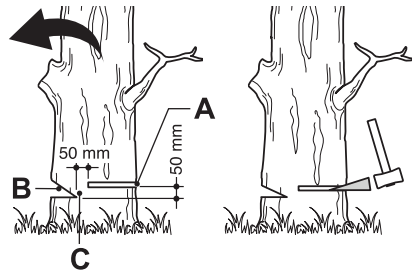

Fig. 29
Haga la muesca (Fig. 29, B) de 1/3 del diámetro del árbol, perpendicular con respecto a la dirección de la caída (Fig. 29). Realice primero el corte de muesca horizontal inferior. Esto ayudará a evitar el pinzamiento de la cadena o de la espada al hacer la segunda muesca.
1. Realice el corte posterior de tala (Fig. 29, A) al menos 50 mm más alto que el corte de muesca horizontal (Fig. 29). Haga el corte posterior de tala paralelo con el corte de muesca horizontal. Realice el corte posterior de tala de forma que quede suficiente madera que actúe como bisagra. La madera de bisagra (Fig. 29, C) impide que el árbol se tuerza y caiga en la dirección incorrecta. No corte toda la bisagra.